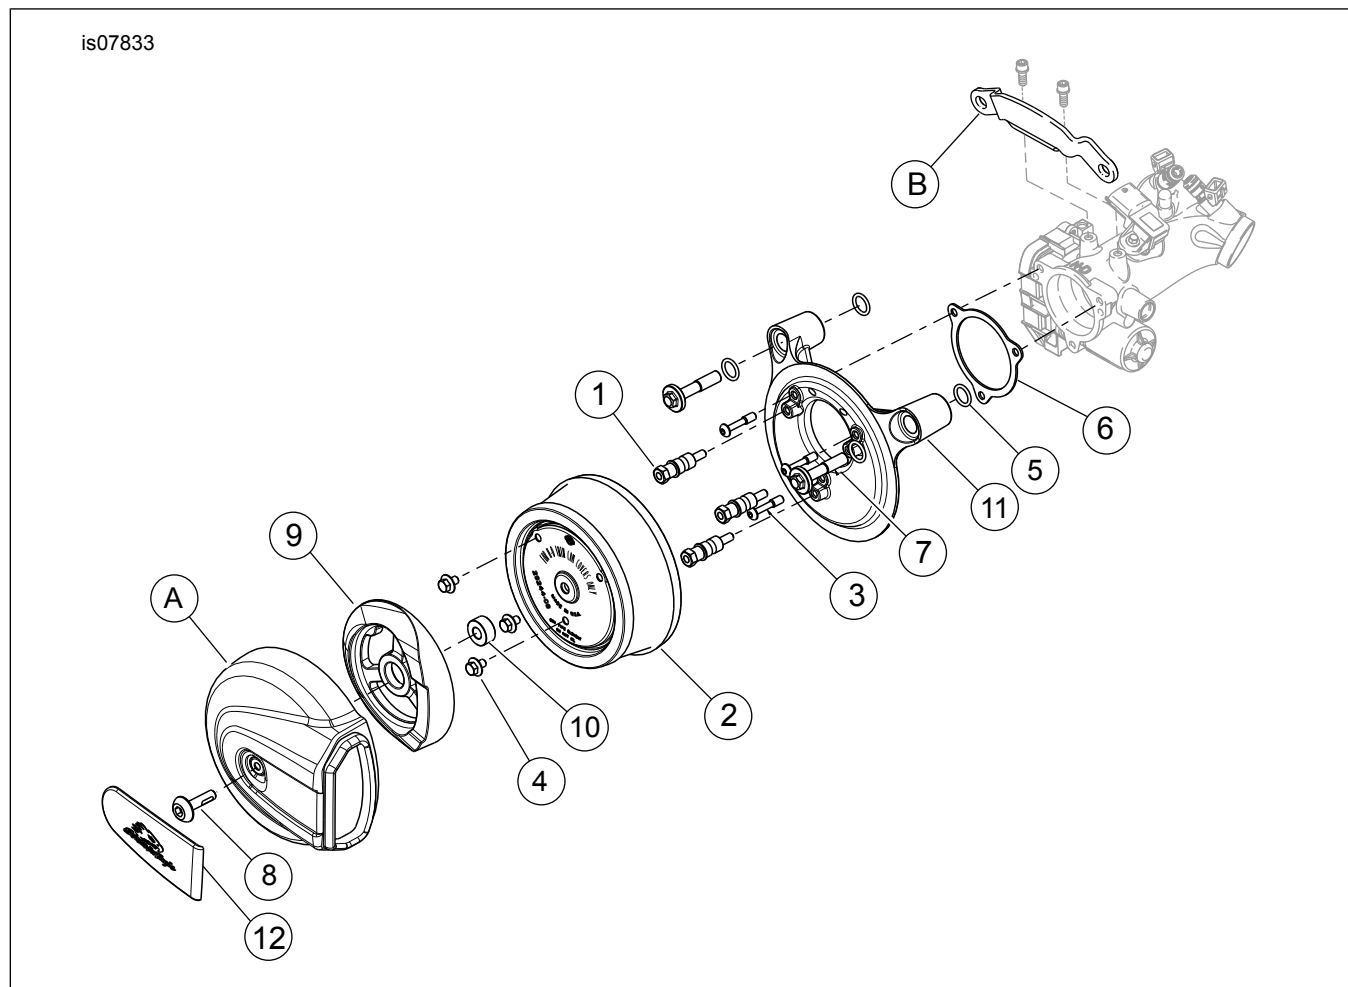

Figura 1. FILTRO DELL'ARIA STAGE I
Vedere Figura 1 e Tabella 1.
2. Vedere Figura 1 e Tabella 1. Rimuovere il coperchio di serie del filtro dell'aria (A). Eliminare le parti rimanenti.
4. Rimuovere e gettare la staffa del sostegno del modulo ad induzione (B).
1. Vedere Figura 1. Staccare la striscia di rivestimento dalla guarnizione (6) e collocare il lato adesivo sulla piastra di appoggio (11). Allinearla ai fori equidistanti delle viti e collocare con cautela la guarnizione prima di premerla con decisione in sede.
2. Installare due anelli di tenuta O-ring (5) del kit nelle scanalature intorno ai fori delle viti dello sfiatatoio, sul lato rivolto verso il modulo a induzione del gruppo della piastra di appoggio. Installare due anelli di tenuta O-ring (5) del kit nelle scanalature nella parte inferiore della testa delle viti dello sfiatatoio (7).
3. Inserire nuove viti dello sfiatatoio (7) attraverso la piastra di appoggio (11).
6. Avvitare completamente le viti della piastra di appoggio (3) attraverso la piastra di appoggio (2) fino a che le filettature delle viti non siano esposte sul lato posteriore della piastra di appoggio. Applicare Loctite 243 (blu) alle filettature delle viti della piastra di appoggio.
8. Avvitare i prigionieri di montaggio dell'elemento del filtro dell'aria (1) nella piastra di appoggio (11). In questa fase non serrare completamente.
9. In alternativa, serrare due viti dello sfiatatoio (7) a una coppia di 13,6–16,3 N·m (120–144 **in-lbs**).
10. Serrare tre viti della piastra di appoggio (3) ad una coppia di 6,2–6,8 N·m (55–60 **in-lbs**).
11. Serrare i prigionieri di montaggio dell'elemento (1) ad una coppia di 6,2–6,8 N·m (55–60 **in-lbs**).
1. Vedere Figura 1. Fissare l'elemento del filtro dell'aria (2) ai prigionieri di montaggio del filtro dell'aria (1) servendosi delle viti (4). Serrare le viti a 6,2–6,8 N·m (55–60 **in-lbs**).
2. Rimuovere con cautela e gettare l'insero del coperchio originale del filtro dell'aria (12). Rimuovere l'eventuale adesivo residuo dal coperchio con ragia minerale.
1. Vedere Figura 1. Rimuovere il filtro dell'aria e controllare l'elemento del filtro (2) ogni 8.000 km (5000 mi) o più frequentemente in caso di guida su strade polverose.
3. Installare l'inserto del filtro dell'aria (12).